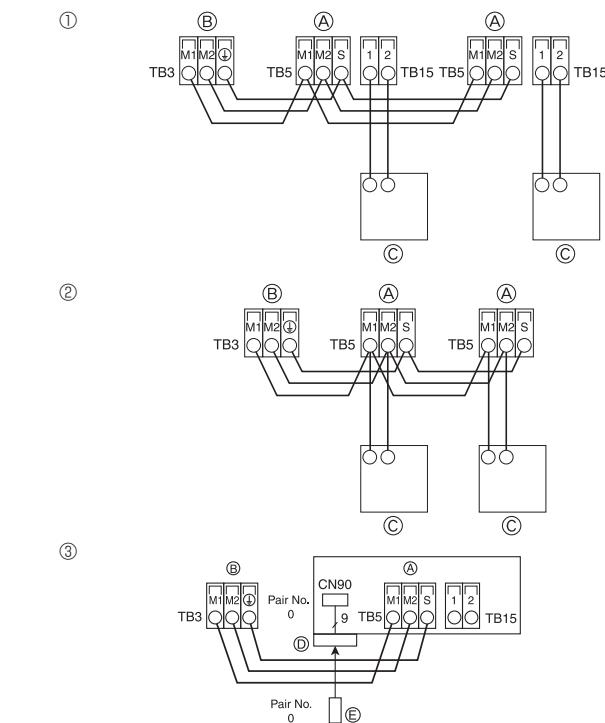
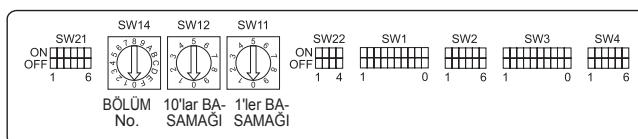

Fig. 4-8
Fig. 4-9
4.4. Uzaktan kumanda, iç ve dış iletişim kablolarının bağlanması (Fig. 4-8)
① MA Uzaktan kumanda
- ② M-NET Uzaktan kumanda
- ③ Kablosuz uzaktan kumanda (Kablosuz sinyal alıcı kurarken)
- ④ İç ünite iletişim kablosunun terminal bloku
- ⑤ Dış ünite iletişim kablosunun terminal bloku (M1(A), M2(B), ⑥(S))
- ⑦ Uzaktan kumanda
- ⑧ Kablosuz sinyal alıcı
- ⑨ Kablosuz uzaktan kumanda
4.5. Adreslerin düzenlenmesi (Fig. 4-9)